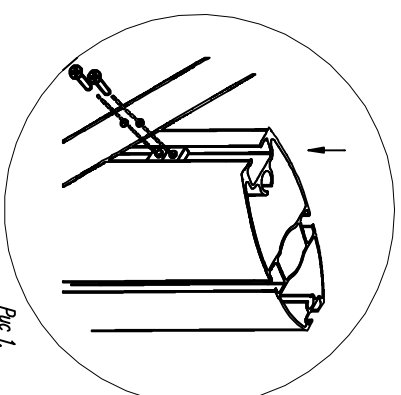

Рис. 1.
Надвигаем на стойку комплектующие (поз.3-6) согласно комплектации. Соединяем их со стойкой с помощью крепежа (12). Вставляя его в паз на стойке с помощью винтов (13,14), как показано на рис. 1.